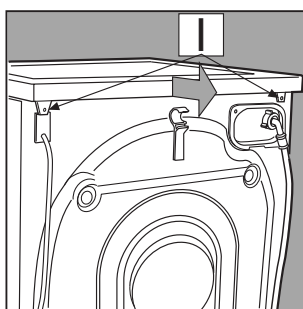

Fig. 3
- Togli il top di copertura svitando le due viti **I**, e poi tiralo verso di te [fig. 3].